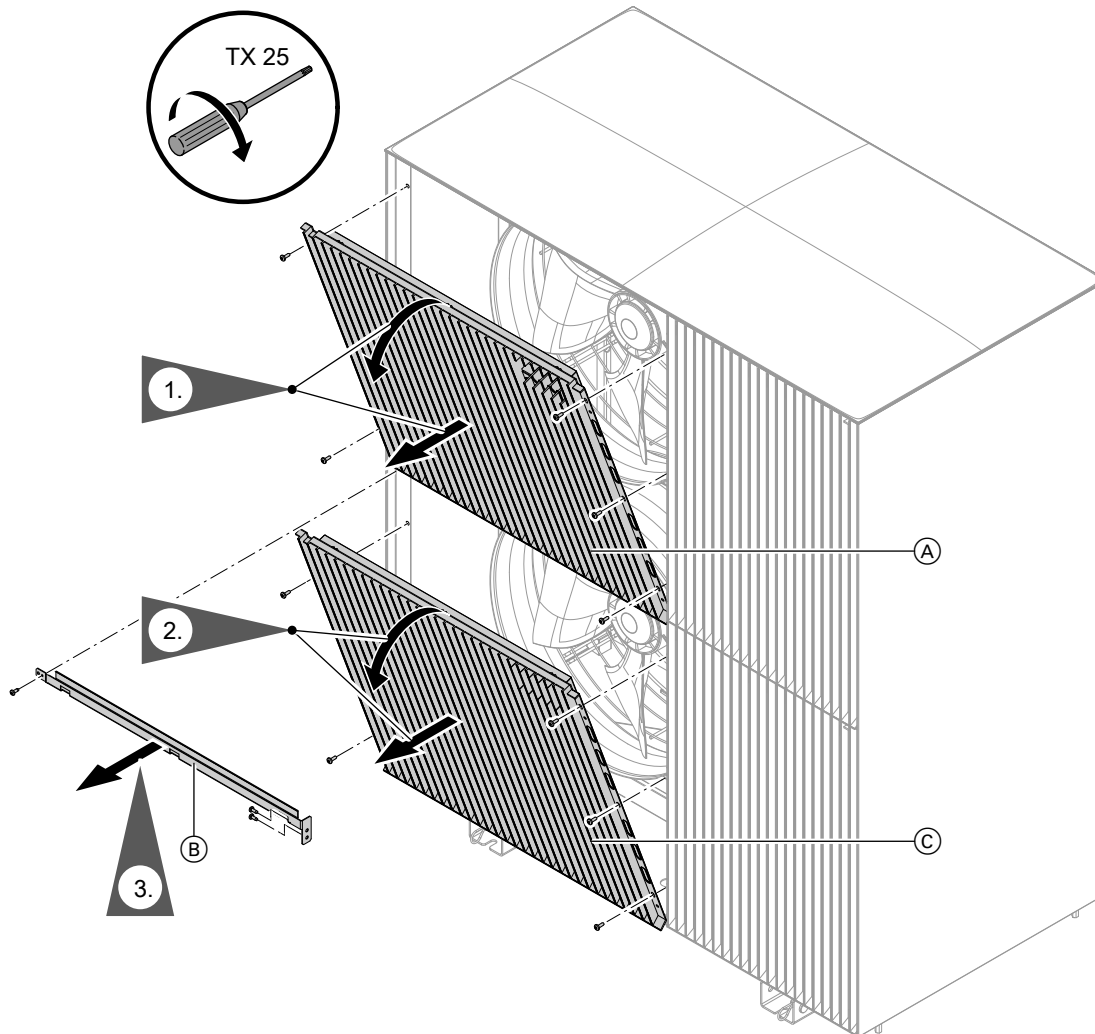

Abb. 108
3. Schutzgitter Ventilatoren und Versteifungswinkel abbauen: Siehe Abb. 108.